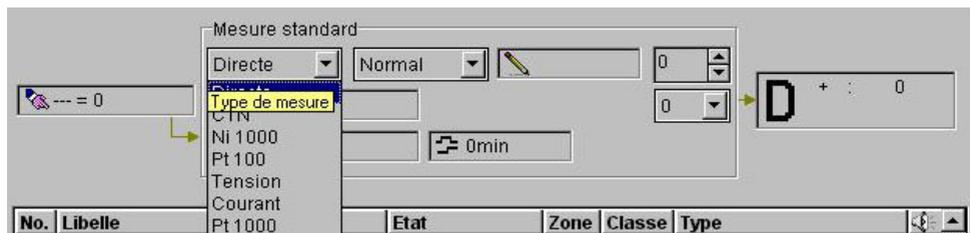

Figure 2.13 : Ressource Entrée Mesure standard - Type de mesure
- Le type de mesure : vous devez sélectionner le paramètre correspondant à votre mesure. La figure 2.13 vous détaille les différents types de mesure :